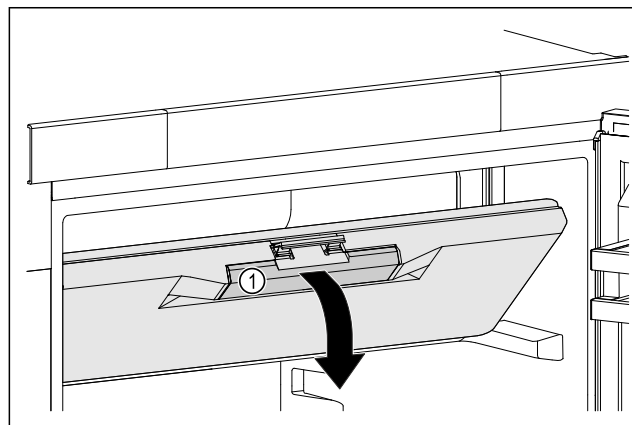

Fig. 46
- Afferrare lo sportello del vano congelatore dalla maniglia incassata Fig. 46 (1).